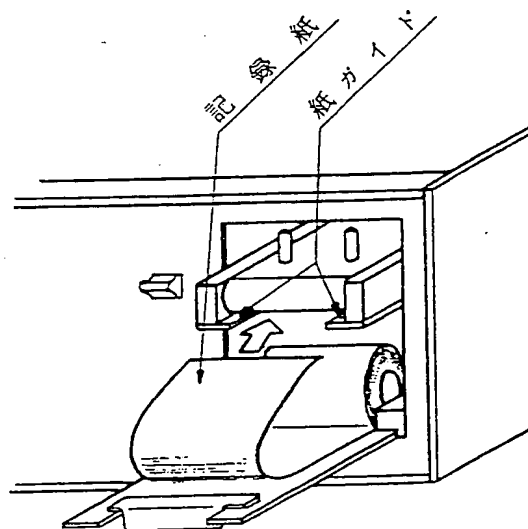

図 14 記録紙の入れ方
- ③ 2個の記録台着脱つまみを指ではさむようにすると、記録台は手前に回転しながら出てきますので、記録紙を図14を参照して紙ガイドに深く差込みFEEDスイッチを3～4秒押します。
- ④ ここで再び記録台着脱つまみを持ち、記録台をもとの位置にもどしてフタをしめてFEEDスイッチを押すと、フタの上部から記録紙がでてきます。